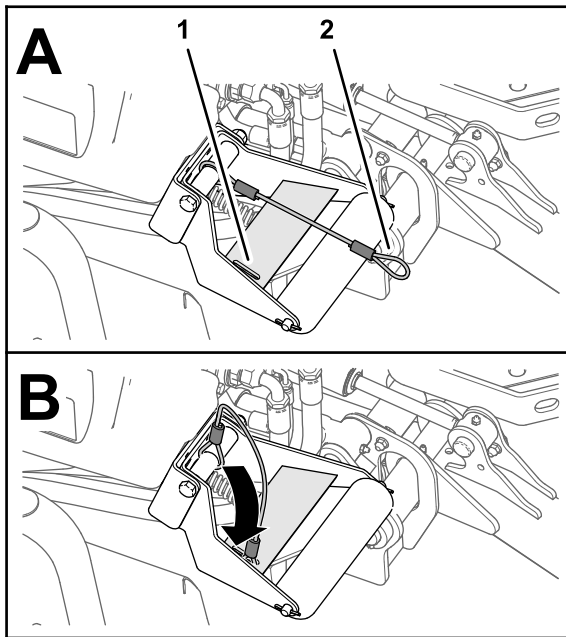

Figura 29
4. Con las unidades de corte bajadas, introduzca el bucle del cordón en la ranura de la placa de refuerzo del soporte del rodillo (Figura 29).